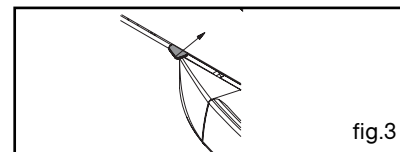

fig.3
Abra a porta e empurre a presilha por debaixo do painel (fig.3).
• Placa multiusos de 45 mm (fig. 3)